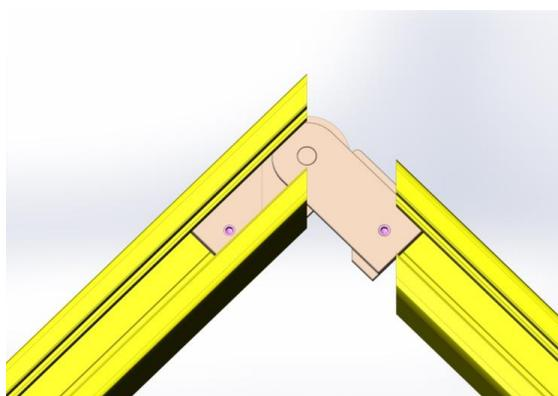

Figura 18
- Montar la escuadra inferior sin hacer taladros, sólo apretando contra el perfil. (figura 18)